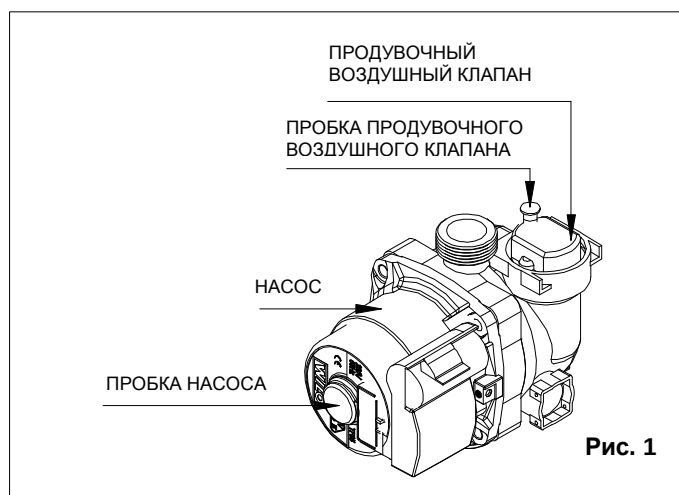

Рис. 1
- Немного ослабьте колпачок автоматического воздухоотводчика для удаления воздуха из системы (рис. 1).
- **Затем автоматическая система розжига включит горелку. Эта операция повторяется 2 раза (каждые 20 секунд) при неудачной попытке розжига котла.** Однако, может потребоваться повторить операцию, чтобы удалить весь воздух из труб. Для повторения этой операции подождите примерно пять секунд перед повторной попыткой розжига котла. Для сброса котла выключите переключатель 5 «R – RESET (СБРОС)» (рис. 1), включите его снова и повторите процедуру розжига.